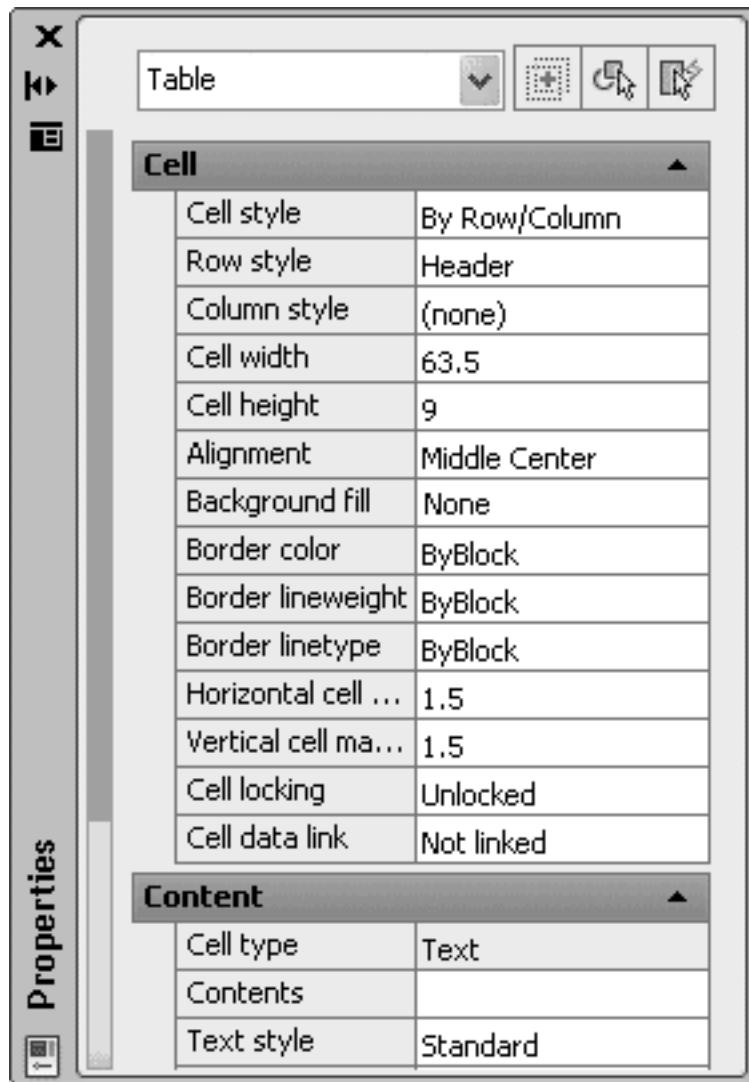

Рис. 4.50. Палитра Properties (Свойства) с параметрами ячейки
- Пункт меню **Properties** (Свойства) отображает палитру **Properties** (Свойства) со свойствами ячейки (рис. 4.50). На этой палитре вы можете при необходимости изменять любые параметры.